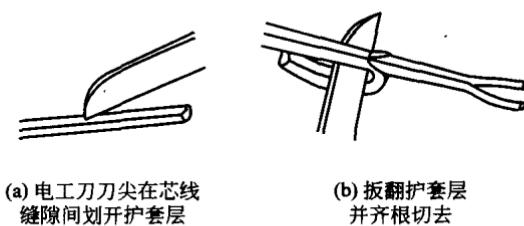

图 1-3 塑料护套线绝缘层的剖削
① 按所需长度用电工刀刀尖对准芯线缝隙划开护套层，如图 1-3(a) 所示。
② 向后扳翻护套层，用刀齐根切去，如图 1-3(b) 所示。